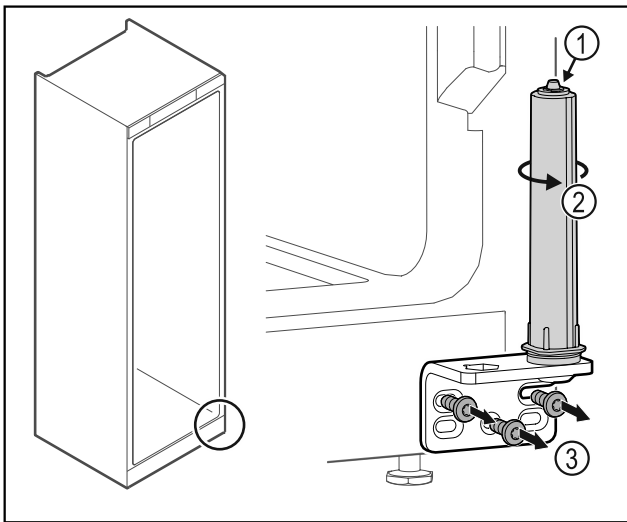

Fig. 34
- Ne pas désassembler le système de fermeture de la porte Fig. 34 (1).
- ▶ Tourner le système de fermeture Fig. 34 (2) jusqu'à entendre un clic.
- ▶ Dévisser l'équerre de la charnière Fig. 34 (3).